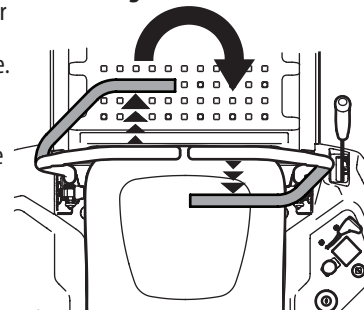

Figure 33
2. Pour tourner à droite, poussez la barre de conduite gauche vers l'avant et tirez la barre de conduite droite vers l'arrière. Voir Figure 33.